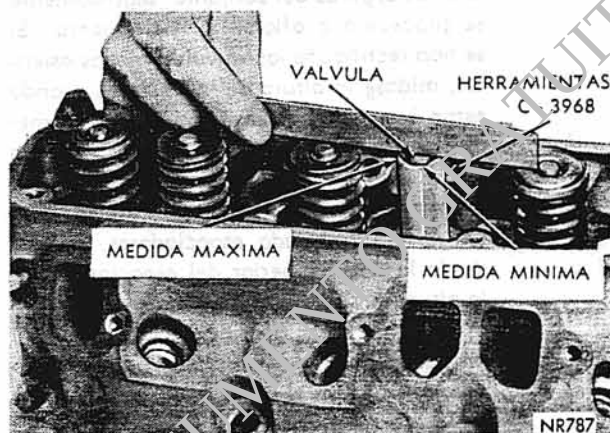

Fig. 12 - Medición de la Longitud del Vástago de la Válvula.
2. Si se rectifican los asientos o las válvulas, verifíquese la altura del vástago de las mismas con la Herramienta C-3968 (Fig. 12). Si la válvula está un poco más larga